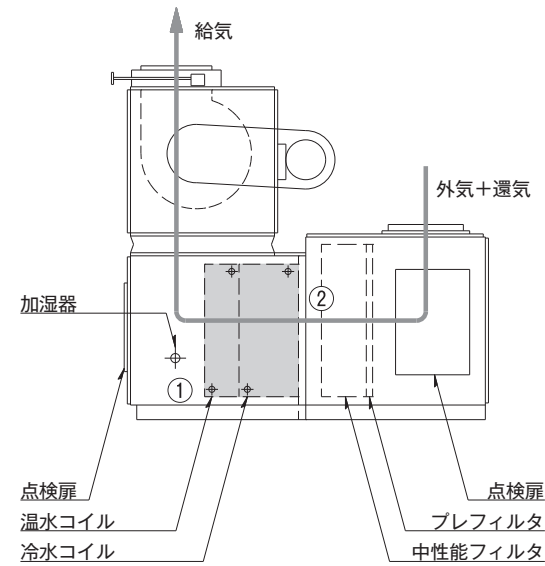

図1 エアハンドリングユニットの構成
空調機は、図1のようなエアハンドリングユニット（以下「AHU」と記す）を使用しています。AHUの主な役割は、必要とされる条件の空気を室内に供給することです。まず、プレフィルタと中性能フィルタによって、外気・還気が混合された空気の除塵を行います。次に、冷水コイル・温水コイルで温度調整した後、冬期であれば加湿を行い、室内に給気します。コイルは、冷水・温水が流れる銅管とアルミニウム製のフィンで構成されています。限られたスペースに必要な伝熱面積を確保するために、フィンは狭い間隔で設置されています。
砂状の異物は、図1の①と②で発見されました（写真1）。①では温水コイルの底部に堆積してお